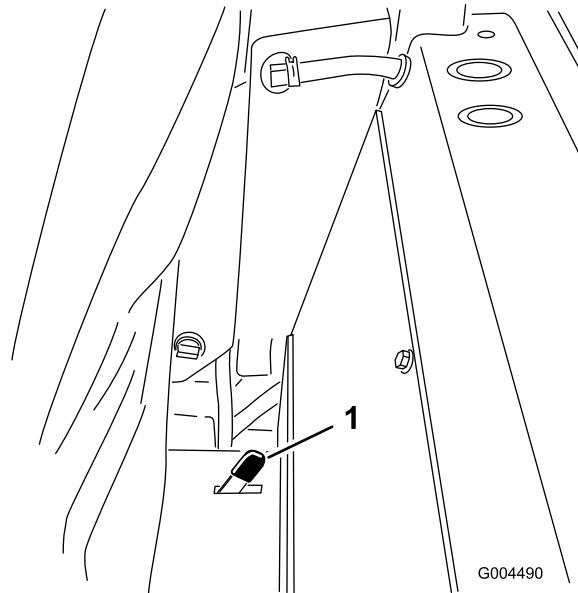

Figura 37
2. Empurre um dos engates do banco que se encontram nos lados do banco atrás, para trás para desengatar o banco e puxe para a frente na parte de cima do banco (Figura 37).